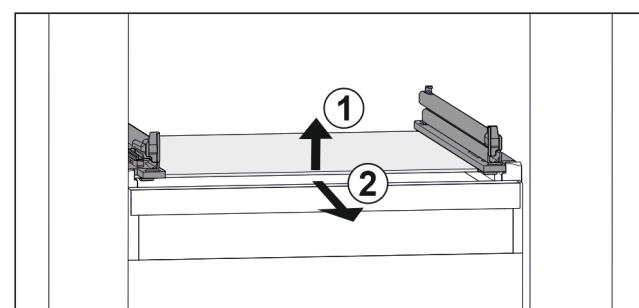

Fig. 76 Приближене відображення скляної пластини
- Підняти скляну пластину спереду. Fig. 76 (1)
- Вийняти скляну пластину рухом вперед. Fig. 76 (2)